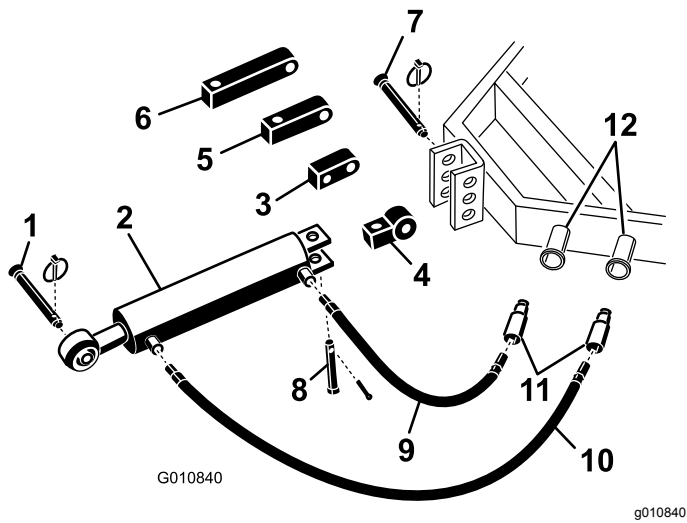

图5
1. 使用随主机提供的柱销将液压顶部连杆的连杆端固定到主机 图5。
注意 如果液压油缸的放置必须使端口朝向上方请使用旋转垫块重新调整油缸的位置而不是使用标准安装垫块 图5。您可以使用 90° 液压接头替代旋转垫块 90° 接头未随附。
- A. 取下将标准连接杆固定到油缸上的开口销和柱销 图5。从油缸上卸下连接杆。
- B. 使用之前卸下的柱销将旋转垫块安装到油缸上 图5。
- 将 106cm 长液压软管连接至最靠近打孔机的液压顶部联杆端口图5。在管螺纹上缠绕管螺纹密封胶带或防松螺纹油防止发生泄漏。
- 将 76cm 短液压软管连接至最靠近主机的液压顶部联杆端口图5。在管螺纹上缠绕管螺纹密封胶带或防松螺纹油防止发生泄漏。
如果液压油缸没有接触到打孔机安装支架请使用延长垫块将油缸连接到主机上而不是使用标准安装垫块图5。
- 取下将标准连接杆固定到油缸上的开口销和柱销图5。从油缸上卸下连接杆。
- 使用之前卸下的柱销将所需长度的延长垫块安装到油缸上图5。